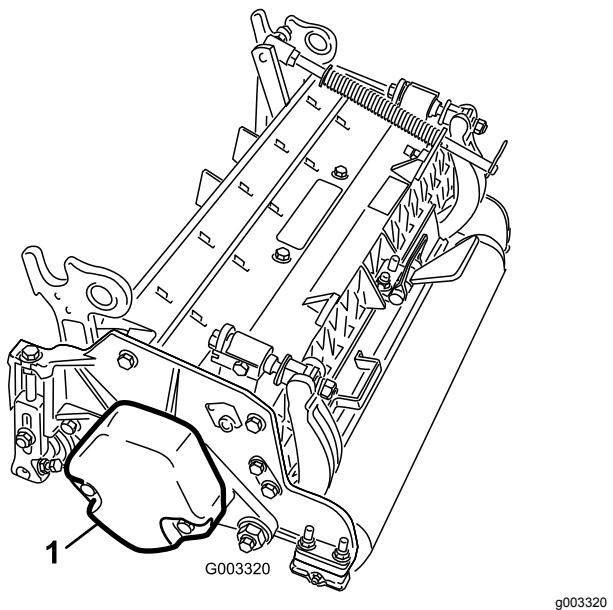

Рисунок 9
5. Убедитесь, что противовес (Рисунок 9) установлен с соответствующего конца режущего блока, как описано в *Руководстве по эксплуатации режущего блока*.